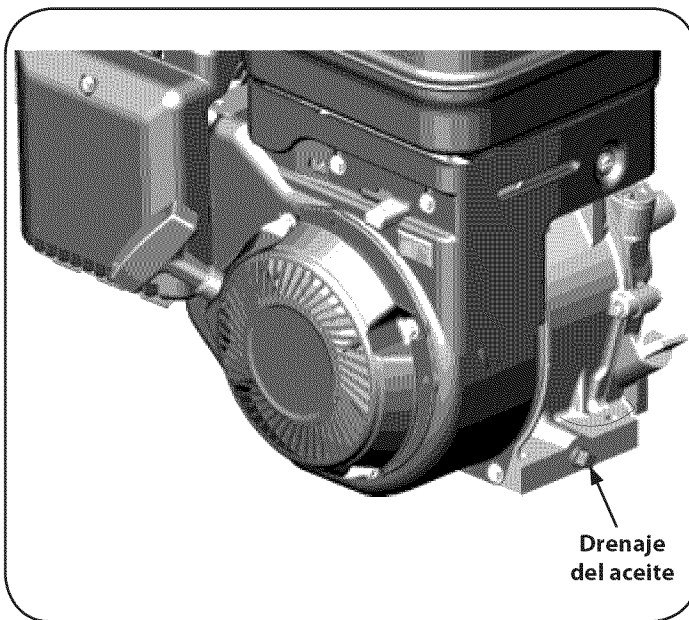

Figura 20
3. Extraiga la tapa de extremo de drenaje de aceite que se encuentra en la base del motor, y drene el aceite en un recipiente adecuado. Vea la Figura 20.